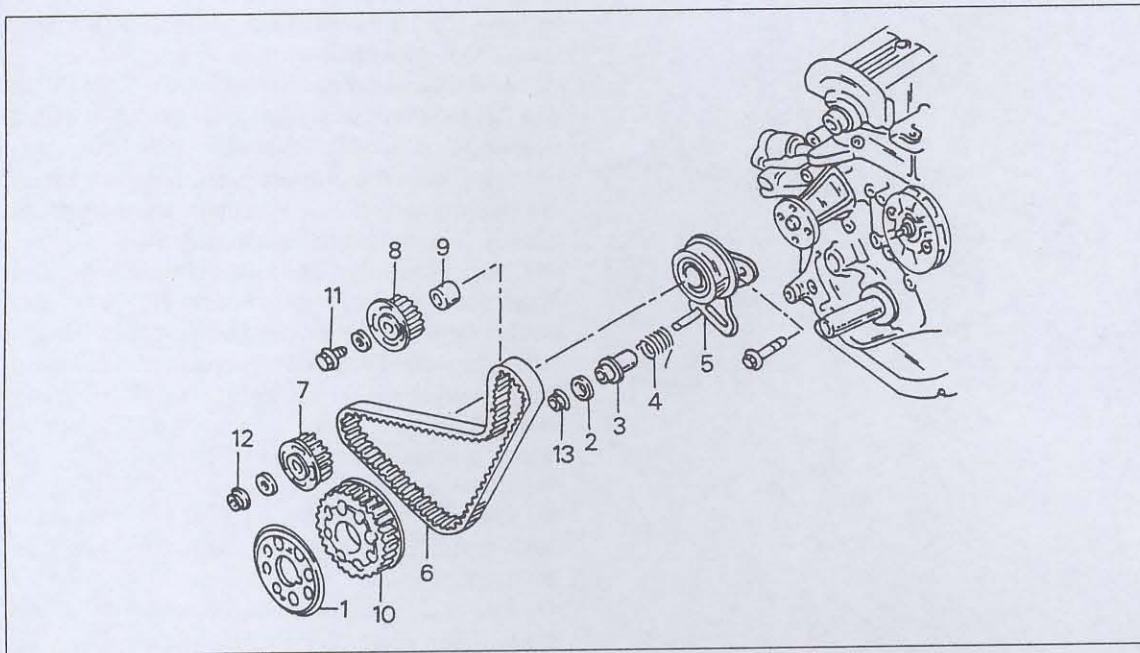
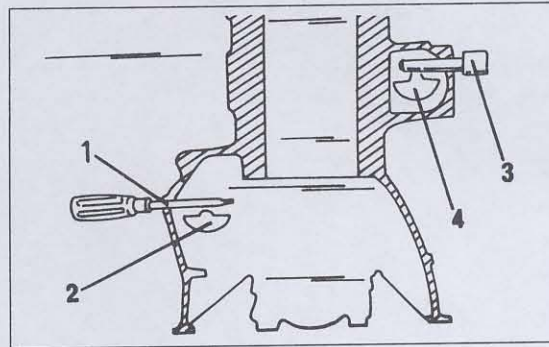
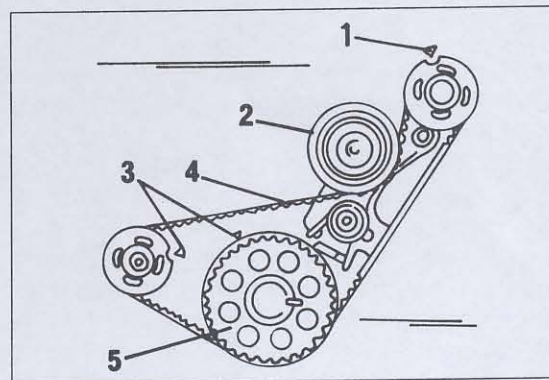

Bild 124
Bild 125
Bild 126
- Das Steuerrad der Kurbelwelle (10) in Bild 124 in der gezeigten Richtung über das Ende der Kurbelwelle setzen.
- Die Abstandshülse (9) aufstecken. Die abgeschrägte Seite muss zur Ausgleichswelle weisen. Falsches Einbauen kann den Zahnriemen beschädigen.
- Die beiden Antriebsräder (7) und (8) über die entsprechende Wellen aufbringen und die Mutter der Welle sowie die Schraube der anderen Welle mit einem Drehmoment von 35 - 40 Nm anziehen. Die Wellen müssen dabei gegen Mitdrehen gehalten werden, wie es aus Bild 125 ersichtlich ist. Auf der rechten Seite dazu einen Stopfen ausschrauben und einen Schraubenzieher einsetzen, auf der linken Seite den Deckel abschrauben und eine Eisenstange oder ähnliches einschieben.
- Den Spanner des kleinen Zahnriemens (5), die Spannfeder (4) und die Abstandshülse (3) montieren. Die Scheibe (2) auflegen und die Mutter (1) fingerfest anziehen.
- Den kleinen Zahnriemen auflegen. Dabei muss man sich an Bild 126 halten, um die Steuermarken am Steuerrad der Kurbelwelle und den beiden Antriebsrädern der Ausgleichswellen ausrichten. Den Zahnriemen so auflegen, dass die Spannseite (rechts, vor dem Motor stehend) nicht locker ist. Falls der ursprüngliche Riemen wieder verwendet wird, muss er in der gleichen Laufrichtung aufgelegt werden, wie er sich beim Betrieb eingelaufen hat.